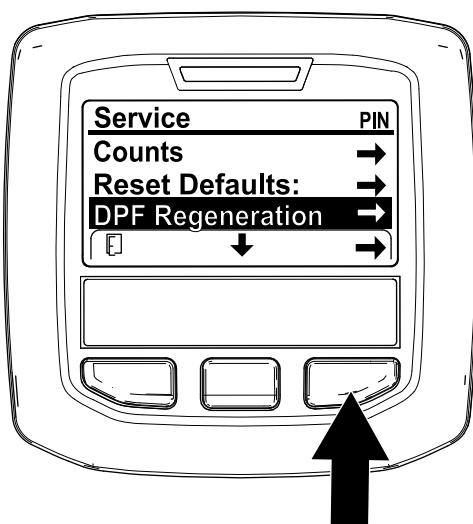

Figura 24
1. Aceda ao menu de manutenção, pressione o botão central para se deslocar para a opção REGENERAÇÃO DO DPF (Figura 24).
2. Pressione o botão direito para selecionar a entrada Regeneração do DPF (Figura 24).